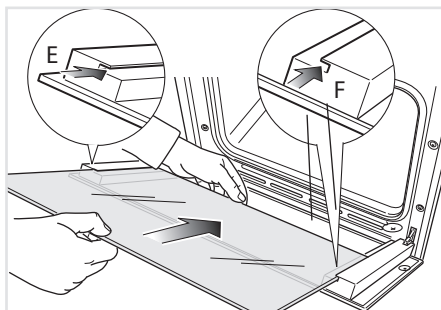
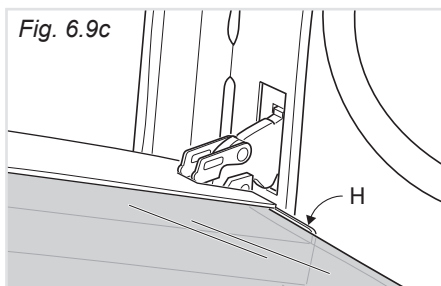

Fig. 6.9b
Fig. 6.9c
- Inserire il vetro nelle guide "E" ed "F" (fig. 6.9b) e farlo scorrere dolcemente fino ai fermi "H" (fig. 6.9c).